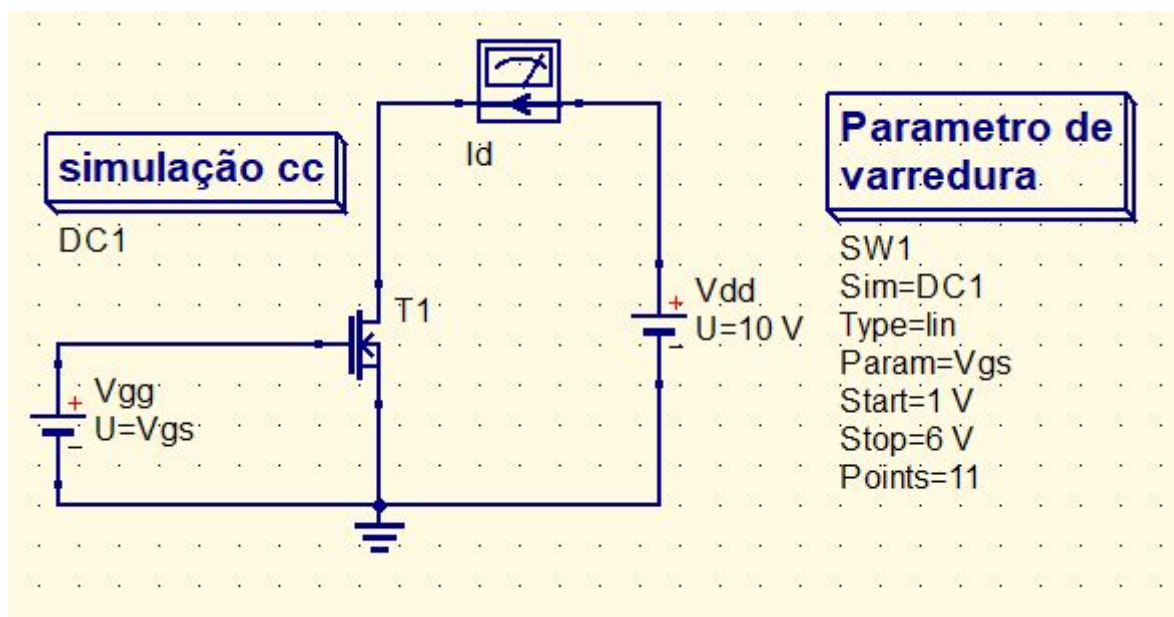

Figura 3.2 - Circuito 3.2.1
3.2.1) Agora temos somente o  $V_{gs}$  variando de 1V a 6V com  $V_{ds} = 10V$ . O circuito montado é mostrado na Figura 3.2.